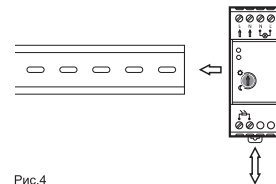

Рис.4
• Закрепите блок управления на стандартную DIN-рейку 35мм рис. 4